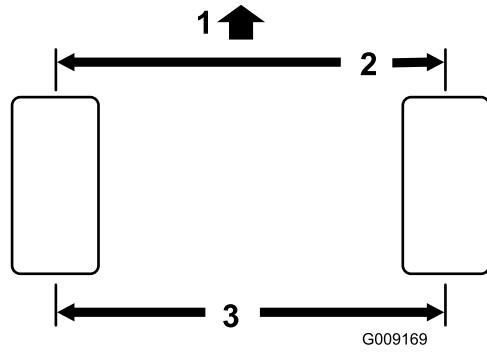

Figura 60
2. Misurate l'interasse (all'altezza dell'assale) sulla parte anteriore e posteriore dei pneumatici di sterzo (Figura 60). La misura rilevata deve essere di 0 ± 3 mm sulla parte anteriore e sulla parte posteriore del pneumatico. Ruotate il pneumatico di 90 gradi ed eseguite un'altra misurazione.